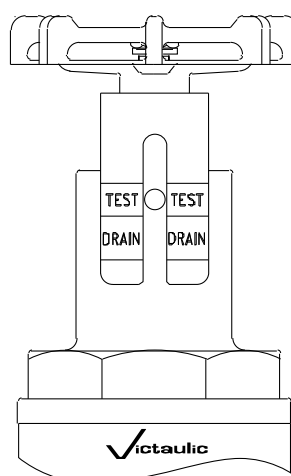

Figura 2
2. Deschideți robinetul în poziția de „test” rotind mânerul în sens invers acelor de ceasornic până când indicatorul galben se află în zona verde de „test”, astfel cum este prezentat în Figura 2. NU depășiți acest punct.